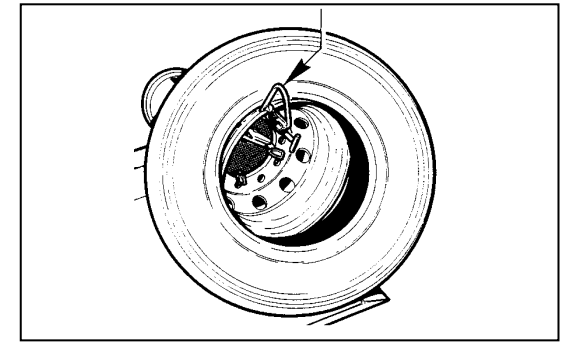

Fig.25
Move the chuck arm all the way down. Roll the tire on the footboard and hang it onto the mounting clamp (Fig.25).
*Abaisser complètement le bras porte-arbre. Faire rouler le pneu sur la plate-forme et l'accrocher à l'étai (Fig.25).*
Den Spannfutterarm ganz nach unten fahren. Den Reifen auf die Plattform rollen und in die Klemme einhaken (Fig.25).